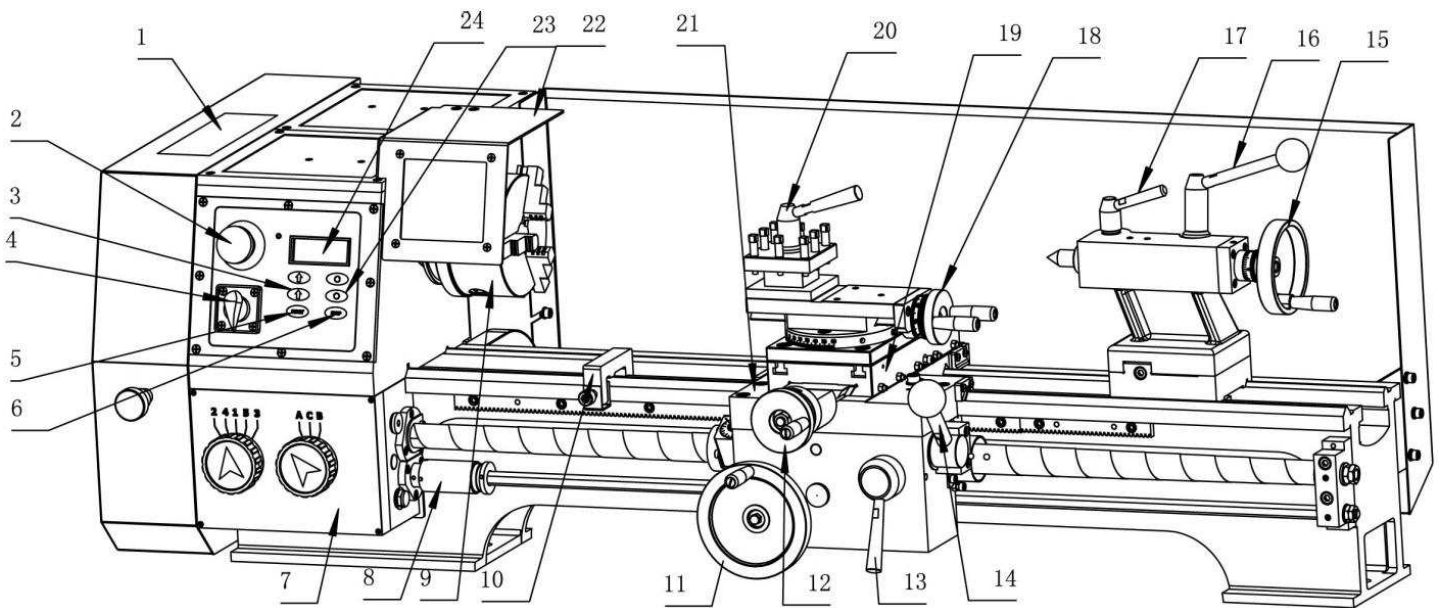

Figure 1
- La boîte à engrenages est protégée par un carter (1 fig.1) qui s'ouvre à l'aide d'une poignée.
- Le train d'engrenages entraîne la vis-mère. La vis-mère agit comme une vis sans fin et active le levier d'avance automatique (13 fig.1) qui engage un écrou avec la vis-mère.